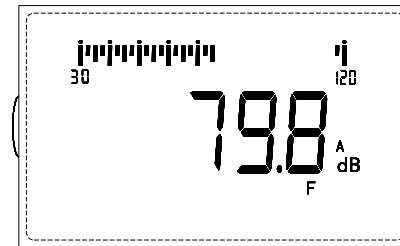

图5
1) 按计权按钮使显示器显示“C”，LCD上显示的就是“C”声级的测量值。按“计权”按钮使显示器显示“Lin”，LCD上显示的就是“线性声压级”的测量值。见图5。
3) 时间计权快（F）、慢（S）、脉冲（I）的选择一般采用快档“F”，如果读数变化较大，可采用慢档“S”时间计权。特殊要求时使用脉冲（I）测量，见图5。